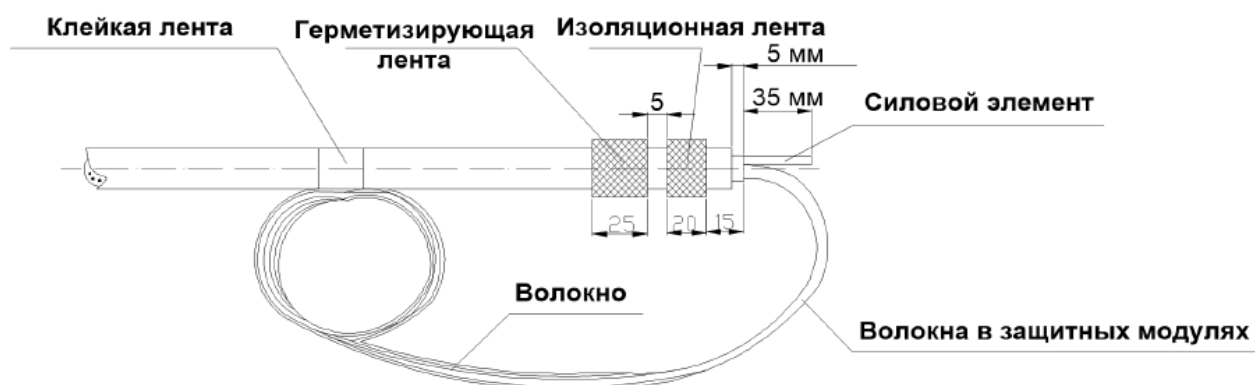

Рисунок 3.4 – Разделение оптических волокон
- Оставьте около 35 мм длины центрального силового элемента от точки, где заканчиваются оболочки кабеля, излишки обрежьте (рисунок 3.4).